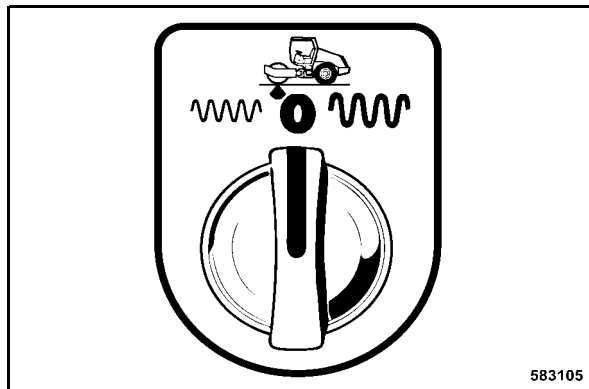

Fig. 65
- Présélectionner l'amplitude désirée avec l'interrupteur rotatif correspondant (Fig. 65).